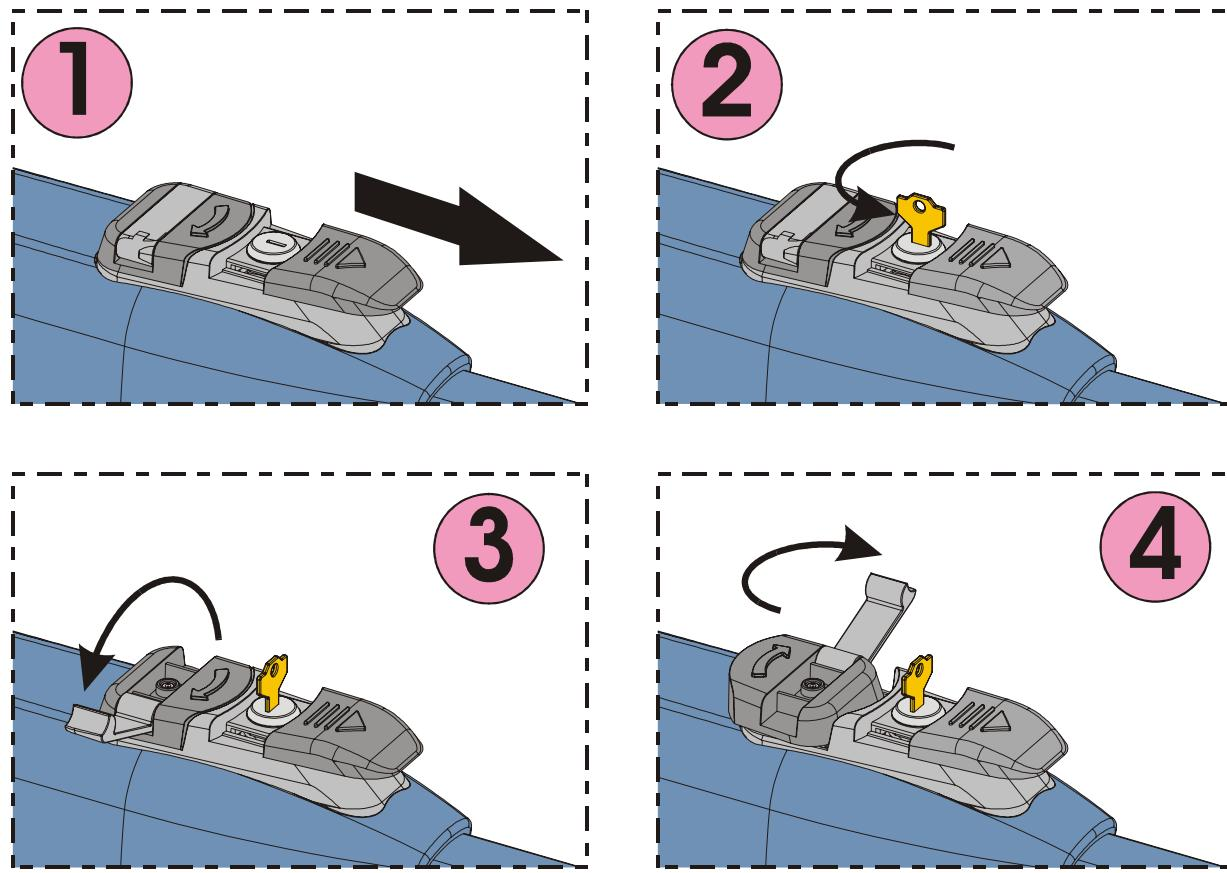

Abb. 22
- 2) Die Schutzhülle – Abb. 22/1 – gleiten lassen.
- 3) Den Schlüssel einstecken und um 90° drehen, Abb. 22/2.
- 4) Den Bedienhebel heben, Abb. 22/3
- 5) Zur Freigabe des Antriebs den Bedienhebel um 180° in Richtung des auf dem Freigabesystem angegebenen Pfeils drehen, Abb. 22/4.